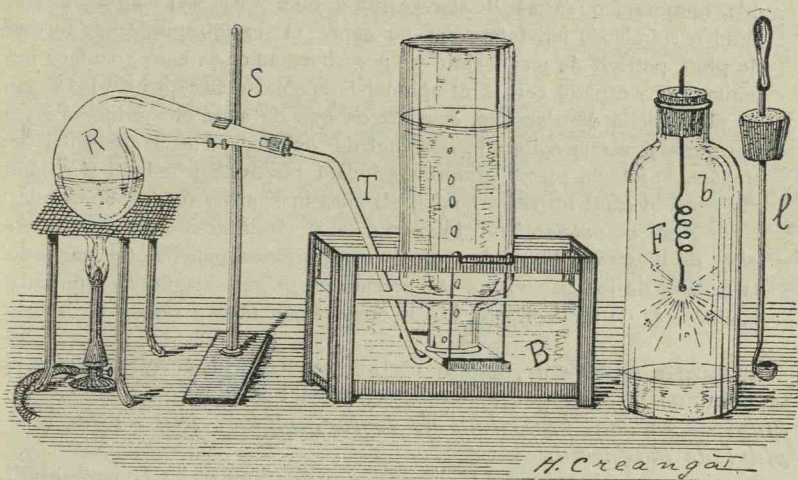

Fig. 37. Prepararea oxigenului din clorat de potasiu.
**Proprietăți chimice. Experiențe.** Aceste experiențe e bine să se facă în borcane de unul până la doi litri. Trebuie să luăm seamă de mai înainte ca gura borcanelor să fie așa de largă în cât să intre în voie în ele lingura de ars *l*, fig. 37.